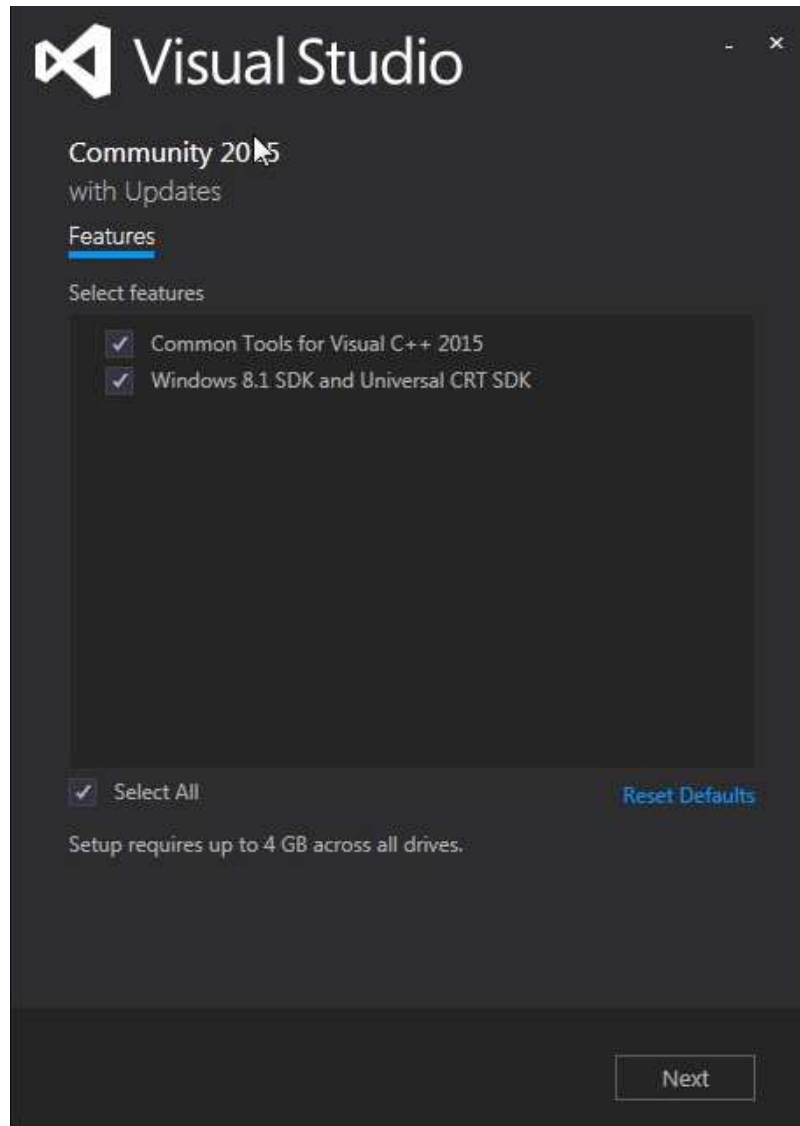

图 32. Visual Studio 更新
3. 重新启动后，可能会出现需要更新其他软件包的对话框（如图 32 所示）。单击下一步 (Next)，然后单击更新 (Update)。